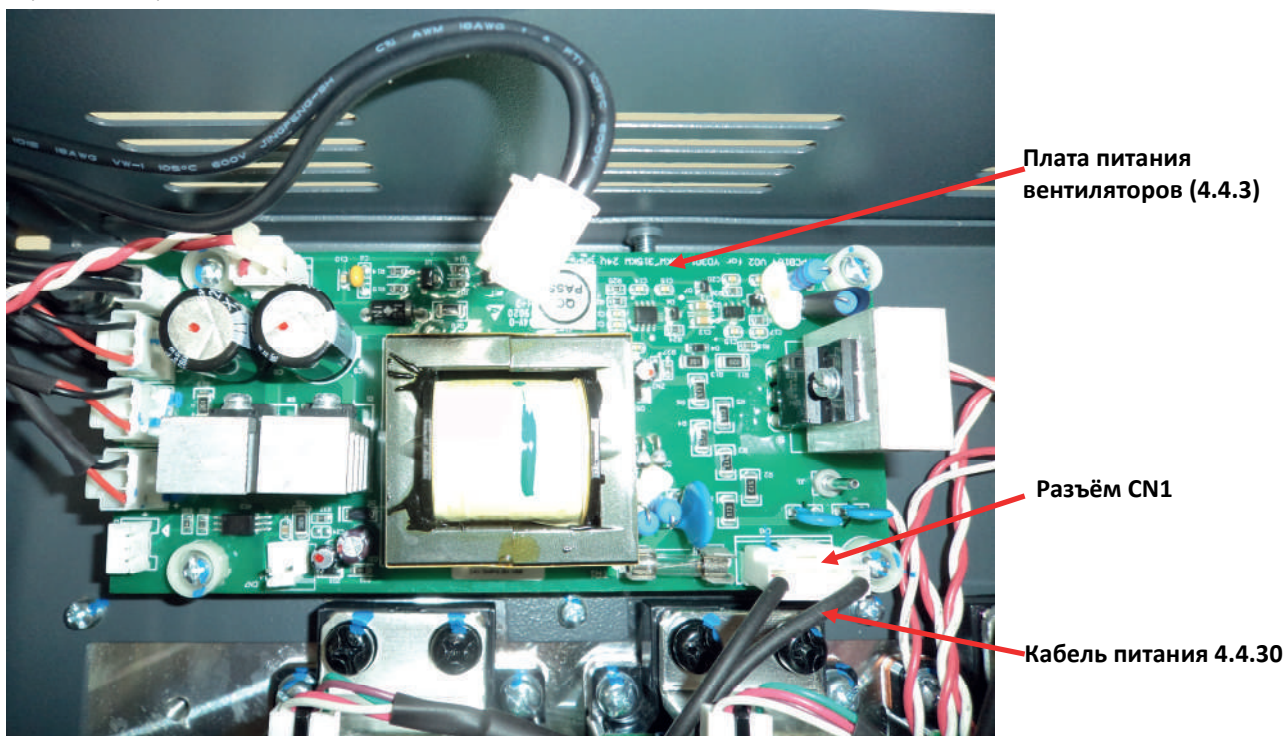

Рис.4.20
4.11.8. Отсоединить от разъёма CN1, платы питания вентиляторов, кабель питания 4.4.30 (рис. 4.20).